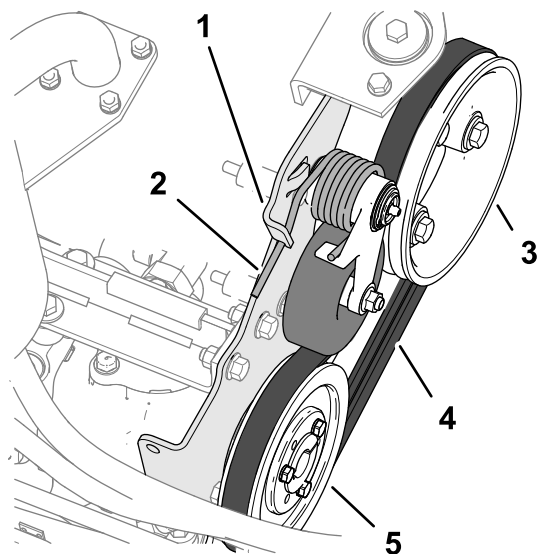

Figura 85
2. Împingeți capătul arcului de tensionare a curelei în jos și în afara canelurii din proeminența suportului pompei și deplasați capătul arcului în față (Figura 85).